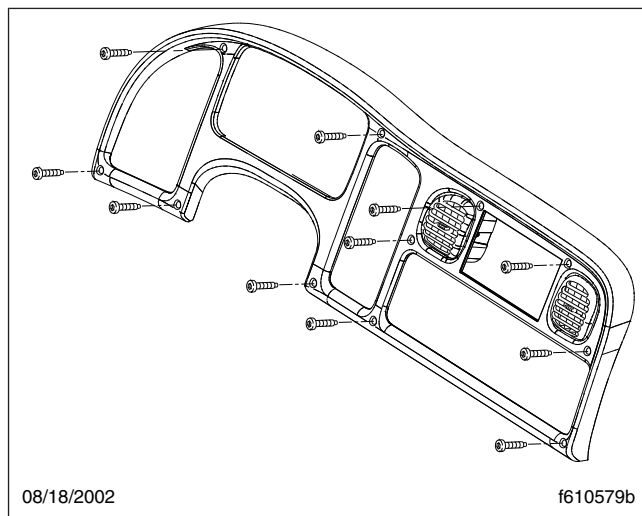

Figura 3, Pieza de guarnición del tablero
7. Quite los once tornillos de fijación y extraiga la pieza de guarnición del tablero. Todos los elementos de fijación de este procedimiento son tornillos con cabeza 10–16 Torx®. Consulte la Figura 3.